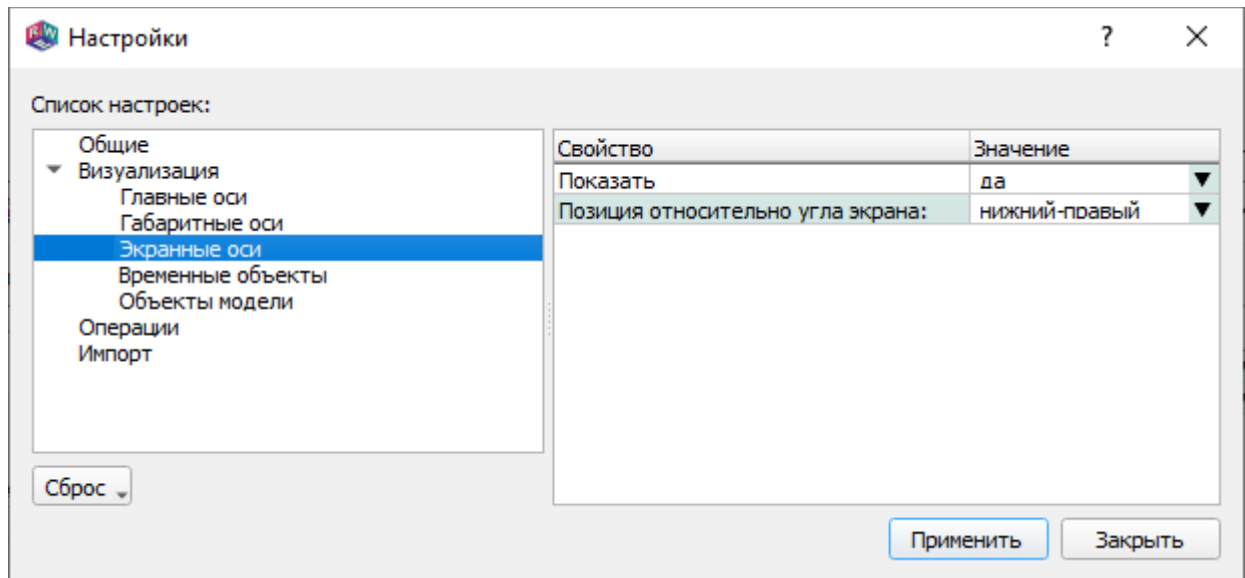

Рис. 196
17.3.4.1. Вид страницы настроек экранных осей она визуализации показан на рис. 196.